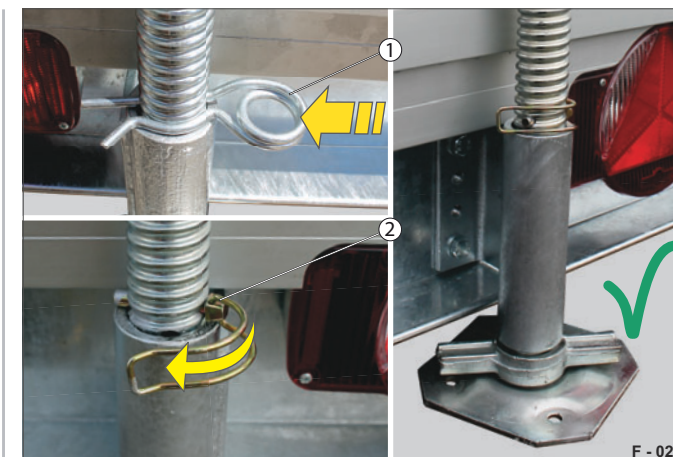

Abb. 7 Stütze in Fahrstellung gesichert
- ▶ Stecken Sie das Sicherungselement (Federstecker (Abb. 7/1) bzw. Bolzen (Abb. 7/2) durch die Bohrung.